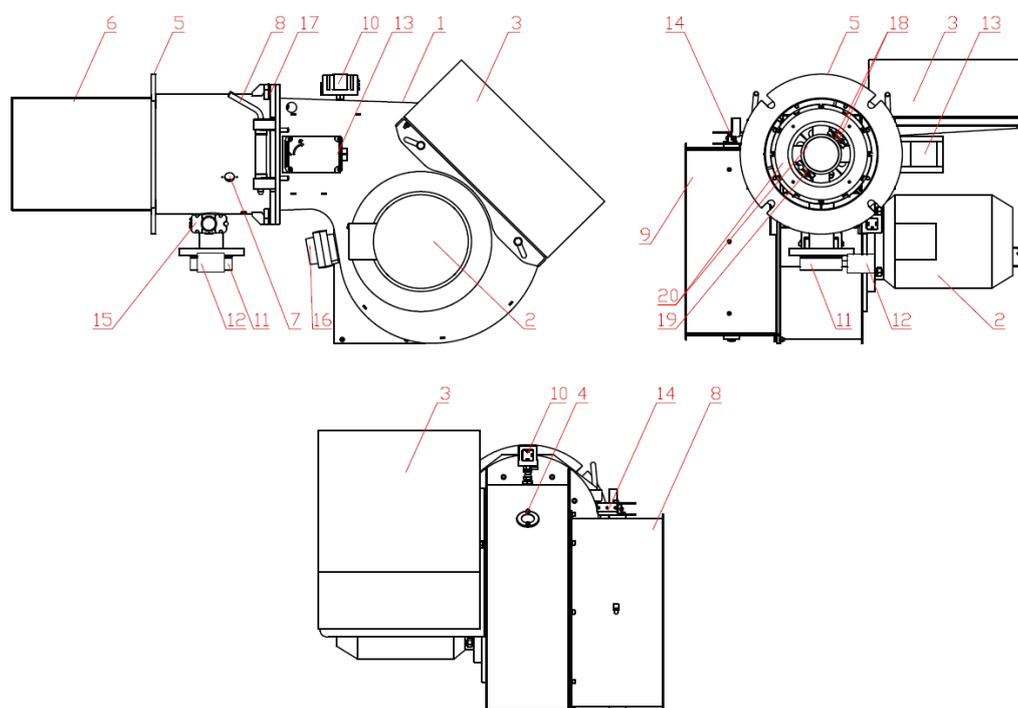

Рис.1. Общий вид устройства горелочного серии Т-2.135 G.E.
1.3.1 Состав устройства горелочного серии Т-2.135 G.E и размещение составных частей показаны на рис.1.